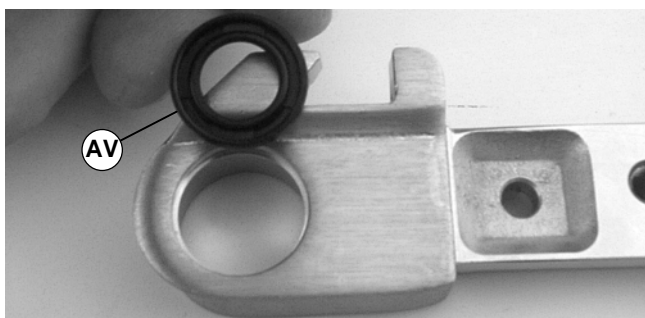

Abbildung 42
3. Neue Dichtung (Teilenr. 807-1016) mit Nut (AV siehe Abbildung 42) nach außen zeigend installieren.